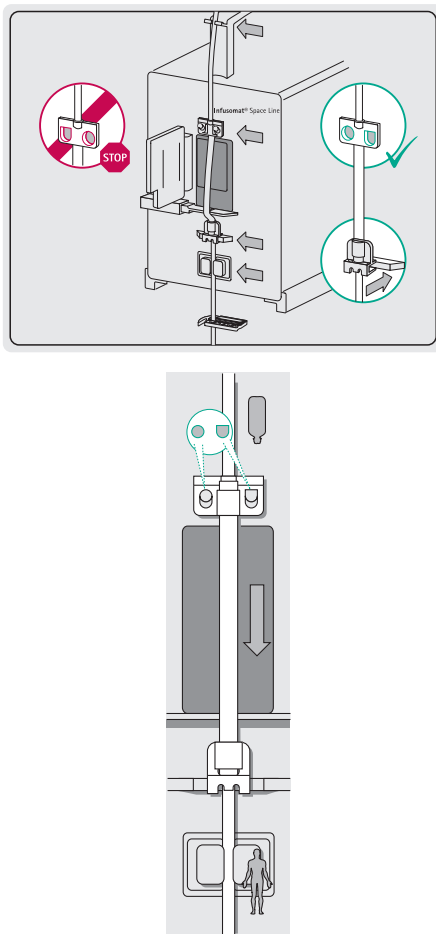

Abb.: 8 – 1
- a) Bei einem, für die Infusomat® Space Line eingestellten, Infusomat® fmS die hierfür spezialisierten zusätzlichen Aufkleber prüfen, siehe Abb.: 8 – 1.